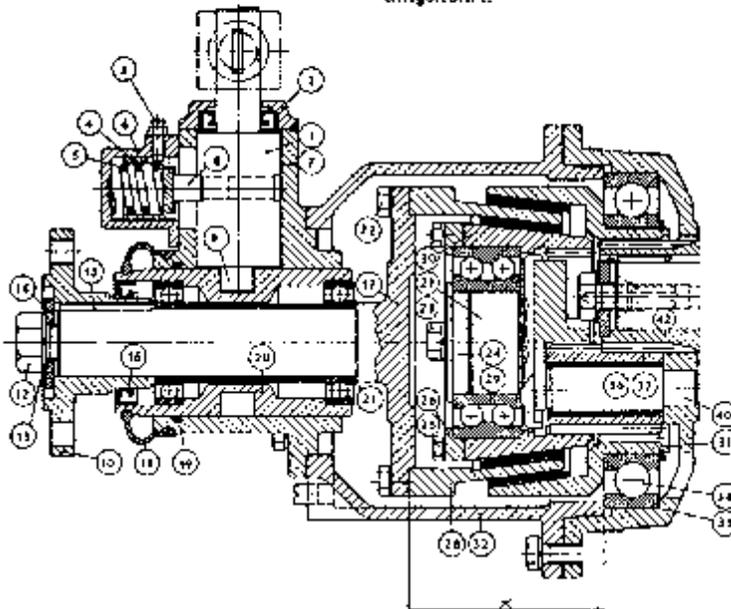

Abb. 57 Untersetzungs-Wendegetriebe Typ RB, Übersetzung 1,87:1
1. Schraube (12, Abb. 57) lösen und den Kupplungsflansch (10) abziehen. Balg (18) abheben. Den Keil (15) braucht nicht gelöst zu werden.
2. Sperrgehäuse (6), Feder (5), Hülse (4) und Sparrbolzen (8) ausbauen.
3. Wendegetriebehobel von der Schaltwelle (1) ausbauen. Auf den Keil achten. Danach den Deckel (2) ausbauen. Schaltwelle (1) und Bolzen (9) herausziehen. (Die Lage des Bolzens beachten, dieser hat gekennzeichnete Seiten. Siehe weiter unter „Zusammenbau“).
4. Die Halteschrauben zwischen Wendegetriebehobel (32) und Gehäuse (33) lösen. Gehäuse mit einem Gummihammer abklopfen.
5. Schrauben (22) lösen und die Welle (17) mit der Hülse (20) ausbauen.
6. Schrauben (23) und Scheibe (24) ausbauen. Eine der Schrauben (23) in die Zentrumböhrung auf dem Lagerträger (27) schrauben und das Zahnrad (30) abziehen. Wenn das Kugellager (29) aus dem Zahnrad ausgebaut werden soll, sind die Schrauben (25) und der Ring (26) zu lösen, wonach das Kugellager herausgepreßt wird.
7. Kegelstück (28) herausheben.
8. Zahnrad (31) und Lager (34) aus dem Gehäuse (33) herausnehmen. Der Ausbau wird erleichtert, indem man mit einem in die beiden Löcher im Gehäuse (33) gesetzten Dorn auf die Lagerbahn klopft.
9. Welle (40) mit Zahnrad (37) und Lager (36) herausdrücken.
Das Kegelstück (28) in das Zahnrad (31) legen und das Maß X, siehe Abb. 57, messen. Der Wert, mit dem das Maß X 85 mm unterschreitet, bestimmt, wie viel die Dicke der Ausgleichscheibe (21) erhöht werden soll. Z.B.: Beträgt das Maß 83 mm, wird eine Scheibe von 2 mm Dicke eingebaut. Ist der Verschleiß so groß, daß das Maß X kleiner wird als 81 mm, müssen die verschlissenen Teile ausgewechselt werden. Die Verschleißbeläge im Zahnrad und im Kegelstück sind nicht auswechselbar.